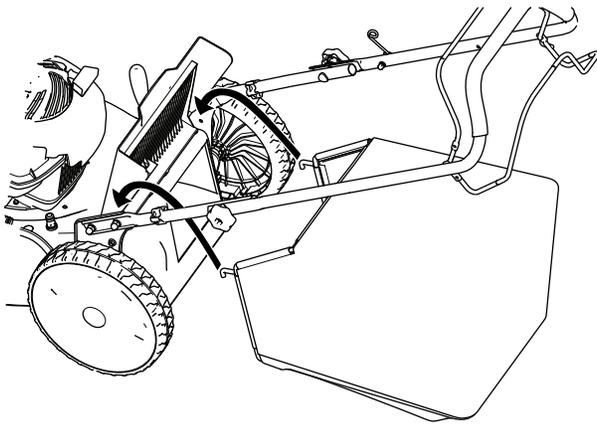

Bild 18
3. Setzen Sie den Grasfangkorb ein, stellen Sie sicher, dass die Stifte am Fangkorb in den Kerben am Holm sind (Bild 18).
1. Heben Sie das hintere Ablenkblech an und halten Sie es hoch (Bild 18).